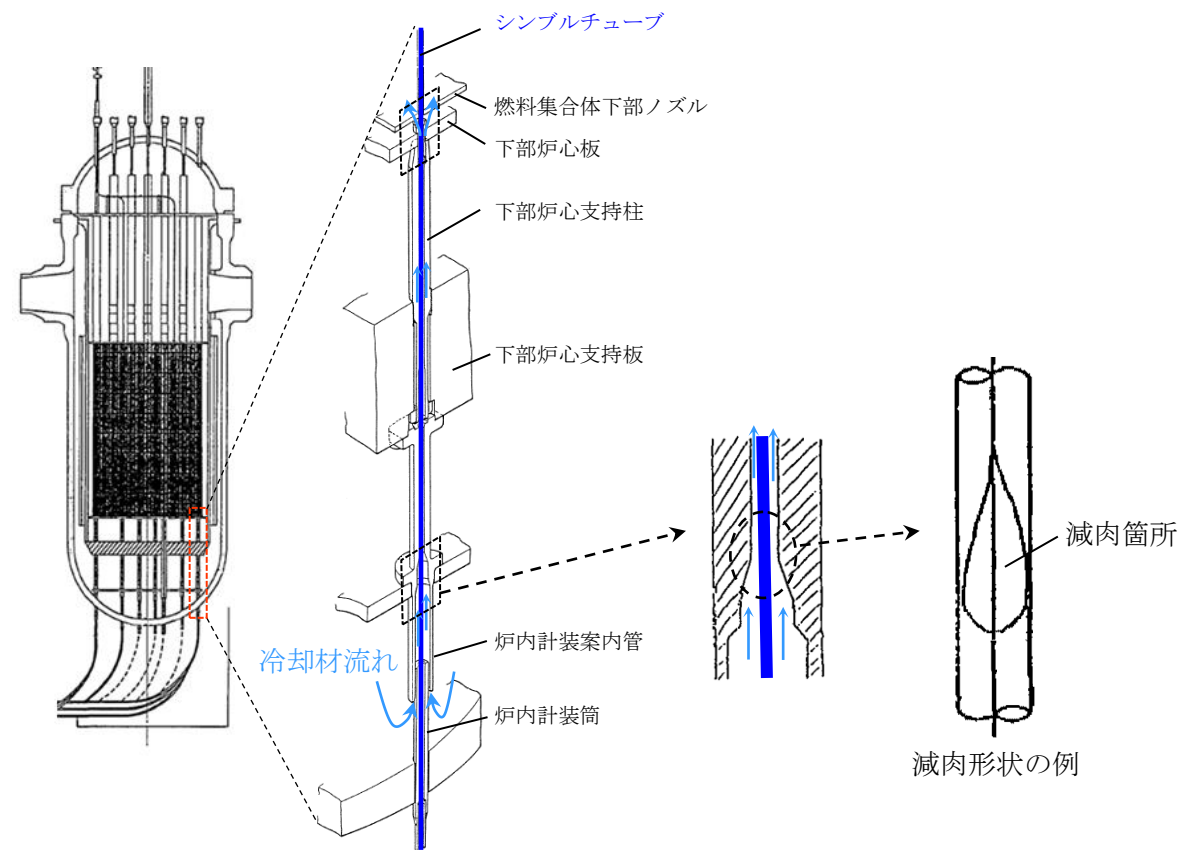

図 1 シンブルチューブの流動振動による摩耗減肉
- 想定劣化事象：シンブルチューブの流動振動による摩耗減肉（図 1）